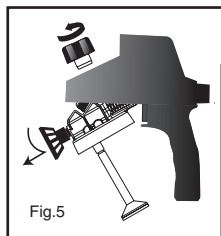

Fig.5
- Verwijder de bovenste knop, duw de straalpijp lichtjes in de richting van de schakelaar en trek naar beneden en naar voren om de pistoncilindercombinatie uit het hoofdpistoolstel te halen (Fig.5).